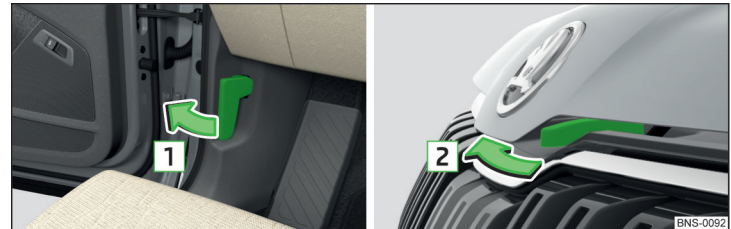

Abb. 331 Motorraumklappe öffnen
- Die Fahrertür öffnen und am Entriegelungshebel unterhalb der Schalttafel in Pfeilrichtung **1** ziehen » Abb. 331.